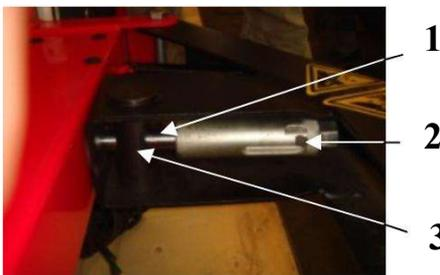

図 6
3.2.3.2 図 6 の通り、シリンダーロッド (図 6-1) をビードブレーキングアーム スライド ブッシュ(図 6-3)の穴に差し込み、ブッシングを締め、シリンダーロッドの先端にシャフトアセンブリ(図 6-2)を一緒に固定します。